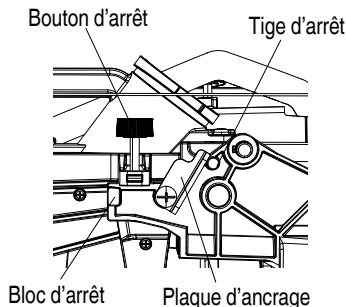

Fig. 24-a
- (1) Pour régler la course en largeur maximum de la tête de coupe, suivre les étapes ci-dessous : (Fig. 24-a)